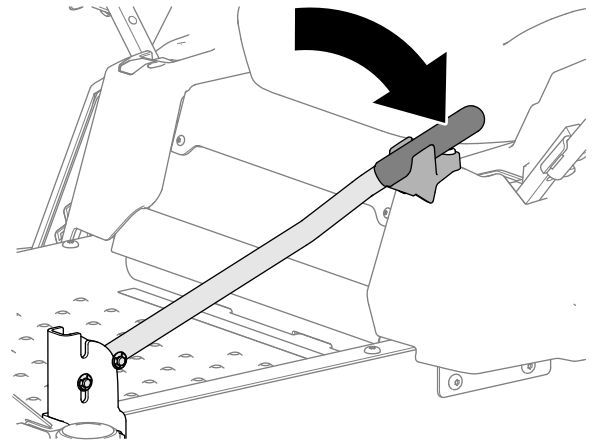

Figura 12
2. Ruotate completamente la maniglia per trazione assistita come mostrato nella Figura 12.